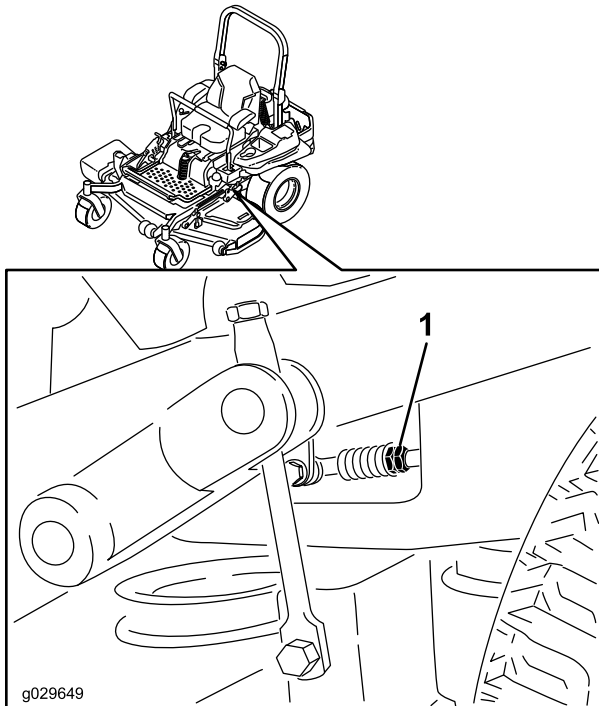

Figure 88
8. Réglez la longueur des tiges de pompes en tournant les doubles écrous dans le sens voulu jusqu'à ce que les roues tournent légèrement en marche arrière (Figure 88).